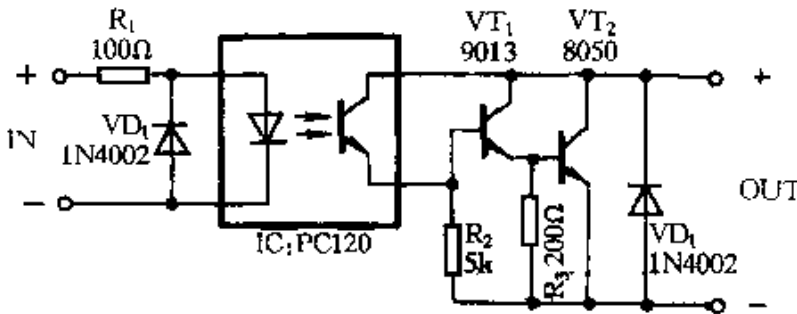

图 3 - 116
① 按图 3 - 117 所示刻制一块印制电路板,将所有元器件全部焊入电路板。
② 用绝缘材料制一外壳,将电路板上的元器件罩起来。4